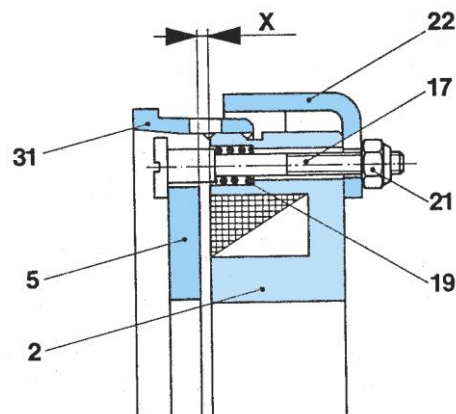

Bild 5
Die Rückholbolzen (17) dürfen nur soweit über die Sicherungsmuttern (21) angezogen werden, dass zwischen Ankerscheibe (5) und Spulenträger (2) mindestens das Einstellmaß "X" nach Tabelle 4 und Bild 5 bestehen bleibt.
1. b) Grundplatte (44) in Anschlusskasten-Unterteil (39) mit den Senkschrauben (45) einschrauben. 2-, 4- oder 6-polige Klemme (46) mit Zylinderschrauben (48) auf Grundplatte (44) montieren. Klemmenbezeichnung (47) auf Grundplatte (44) kleben. (Lage der Klemmenbezeichnung nach Bild 5 beachten.)
3. Haltebügel (37) mit Zylinderschrauben (49) an die Bremsenrückseite anschrauben.
4. Kabel der Bremsspule nachziehen, Sechskantmutter (42) anziehen.
6. Anschlusskasten schließen. Auf Dichtung (51) und Dichtscheiben (53) achten.